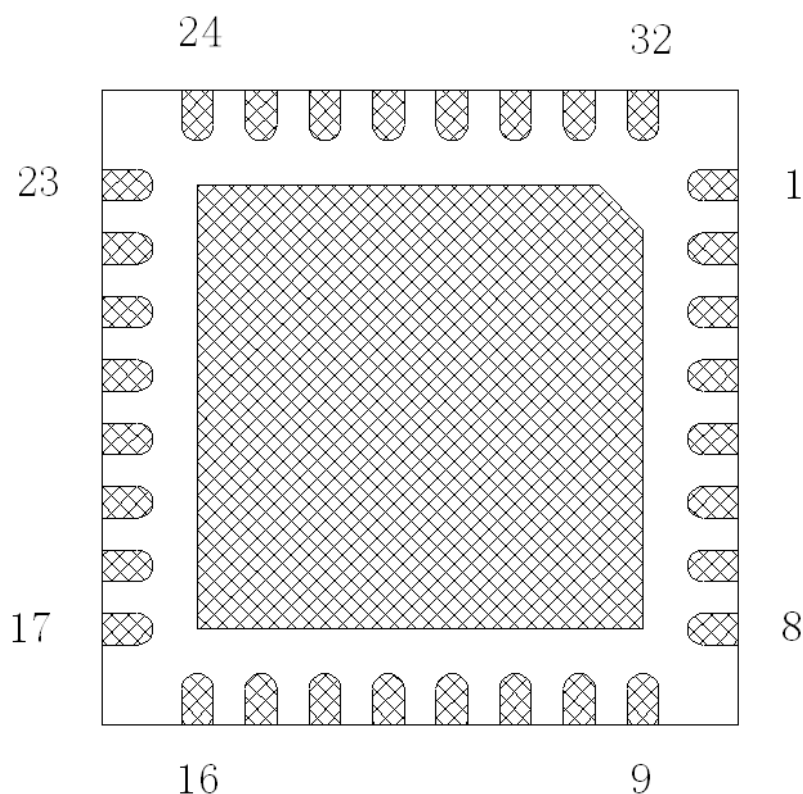

图 1 GM8913 引脚排布图
- 注 1: 顶视图 1 脚标示;
- 注 2: 底视图 1 脚标示;